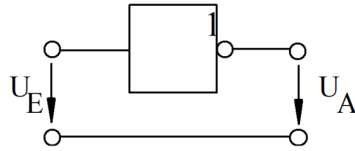
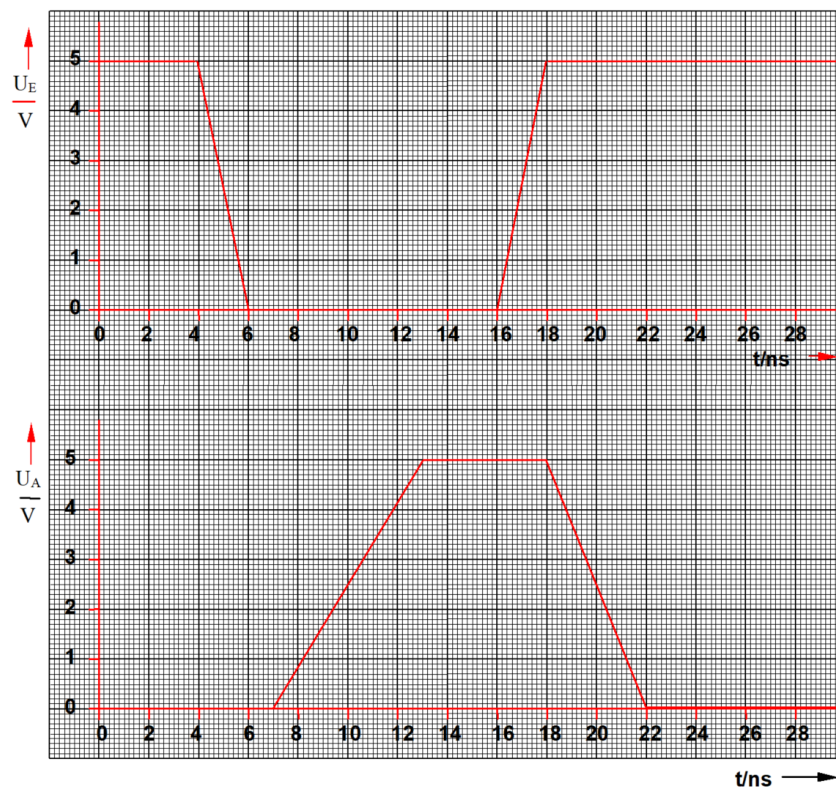

Abbildung 5
Abbildung 6
Zur Abschätzung von Schaltzeiten und Störabständen digitaler Schaltungen soll ein idealisierter Inverter (Abbildung 5) mit dem zeitlichen Verlauf von Eingangsspannung U_E und Ausgangsspannung U_A nach Abbildung 6 betrachtet werden.
a) Bestimmen Sie aus Abbildung 6 folgende Daten des Inverters: